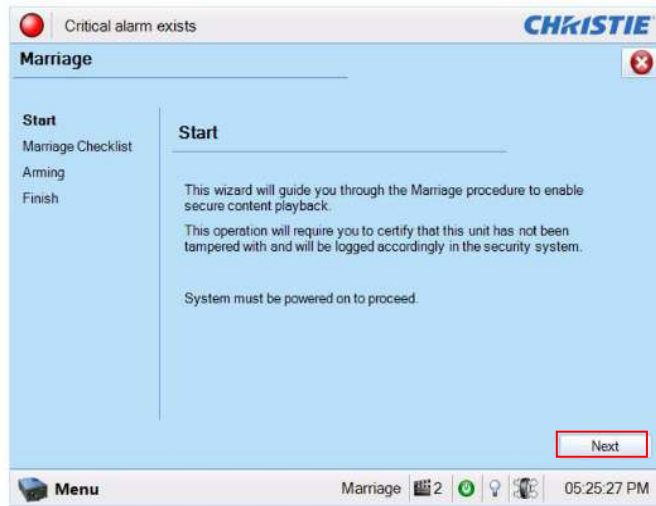

图 43 科视放映机 TPC 上的合并向导.
- a. 在放映机 TPC 上登入"Marriage"账户，选择 Menu→Service Setup→Marriage 来启动合并向导(如图 43).